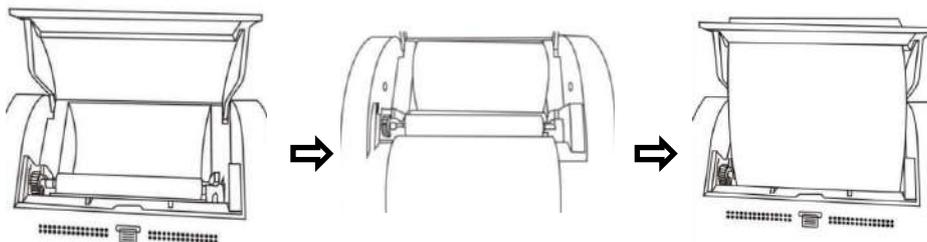

Fig. 5
4. 7 Stampante), fare clic su “**Diagnosi (Diagnosis)**”, la stampante esegue l'attività di stampa e la carta della stampante sotto la quale è attaccata all'ingresso viene portata nella traccia di stampa. Chiudere il coperchio. (Rif Fig 5)